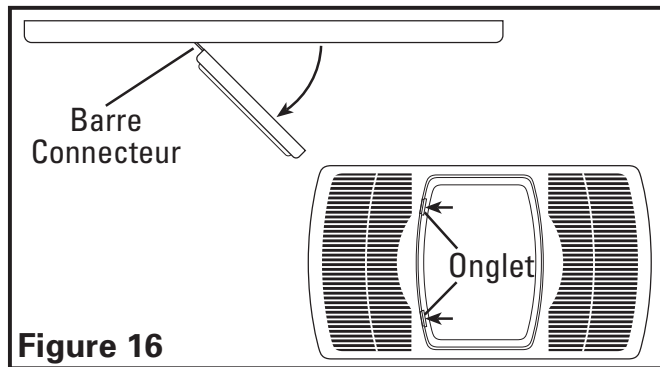

Figure 16
- Remplacement de l'ampoule:** Débrancher l'alimentation de l'unité. Ouvrir les lentilles de lumière en poussant sur les deux onglets et en la tirant vers l'extérieur des lentilles. Les lentilles basculeront en position ouverte sur les barres connecteurs. **NE PAS** enlever les lentilles de la grille (**Figure 16**).